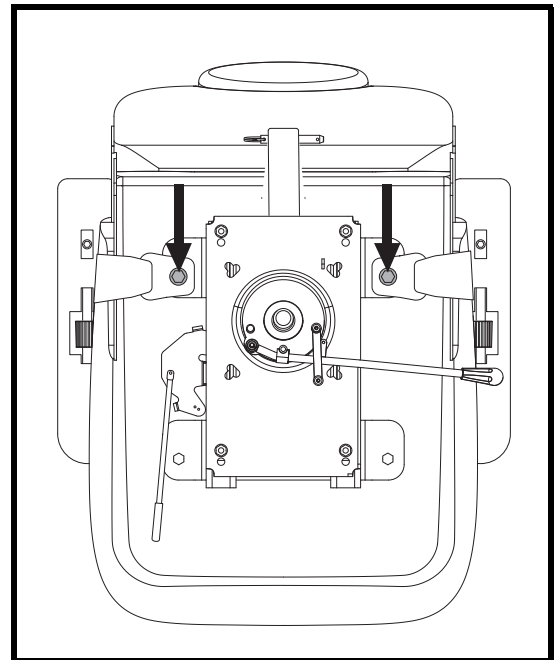

Abb. 18. Befestigungsschrauben des Rückhaltegurtes
2. Sitz umdrehen, um die Unterseite einzusehen. **Siehe Abb. 18.**